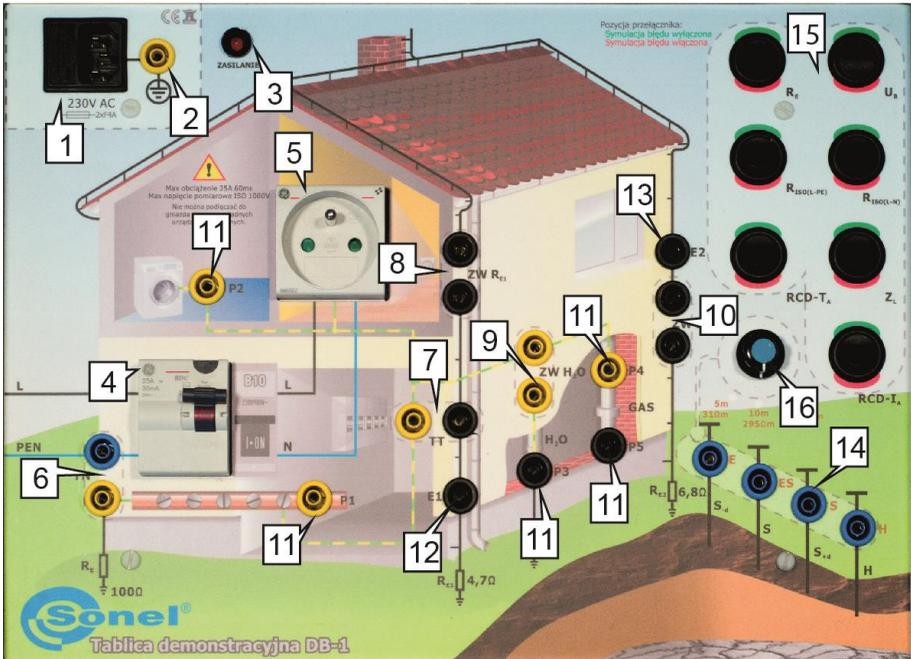

Abb. 1. Anordnung der Panelelemente der DB-1 Demonstrationstafel
- wählen Sie den TT- oder TN-Netzwerktyp mit Hilfe des Jumpers an der entsprechenden Stelle (Abb. 1),